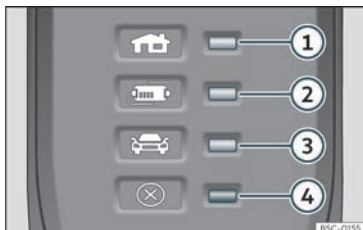

Fig. 197 Sur le câble de charge pour prises de courant : Témoins de contrôle sur le dispositif de protection.
» fig. 197:
Le dispositif électronique de protection » fig. 197 fait que le connecteur de charge demeure sans courant tant que la prise de charge du véhicule n'est pas branchée.
Un ou plusieurs des témoins de contrôle » fig. 197 ①, ② ou ③ s'allument en vert.
Indication » fig. 197	Signification
Si le témoin d'alerte ④ rouge clignote ou s'allume sans qu'un des témoins de contrôle >>> fig. 197 ①, ② ou ③ l'indicateur de fonctionnement ne s'allume de façon permanente, il y a une panne.
Indication >>> fig. 197	Signification